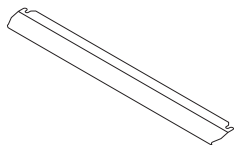

Figure 26
1. Un panneau de sécurité est conçu pour protéger le panneau de commande et les boutons lorsque le four est en mode grill. (figure 26)